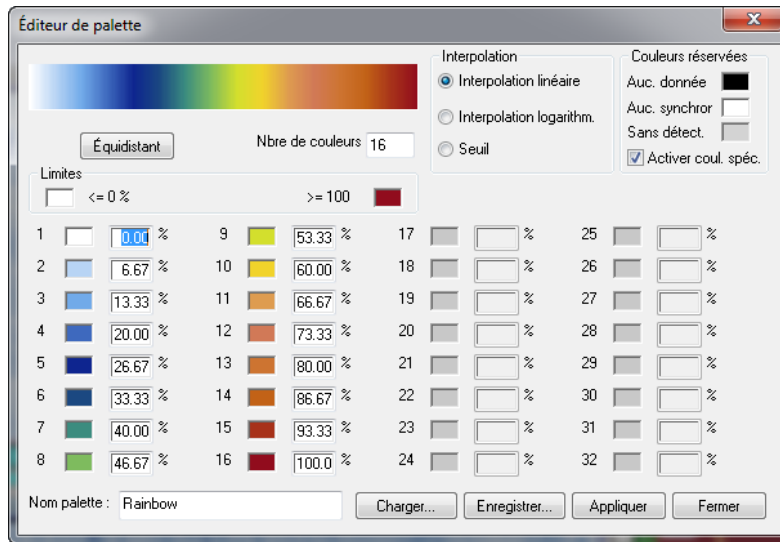

Figure 7-48 Boîte de dialogue Éditeur de palette
1. Pour ouvrir la boîte de dialogue **Éditeur de palette** (voir la Figure 7-48 à la page 403) :